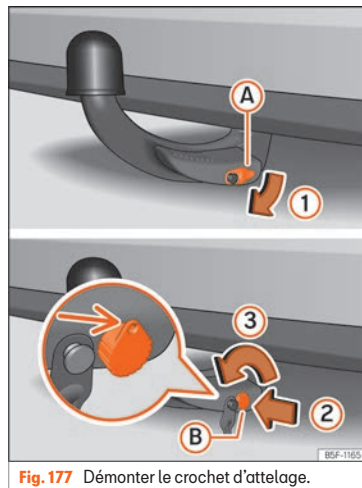

Fig. 177 Démontez le crochet d'attelage.
- Retirez le cache (A) de la serrure (1) » fig. 177.
- Insérez la clé (B) dans la serrure (2) » fig. 177.
- Tourner la clé d'un demi-tour vers la gauche (3), jusqu'à ce que le trou de la clé soit orienté vers le bas » fig. 177.